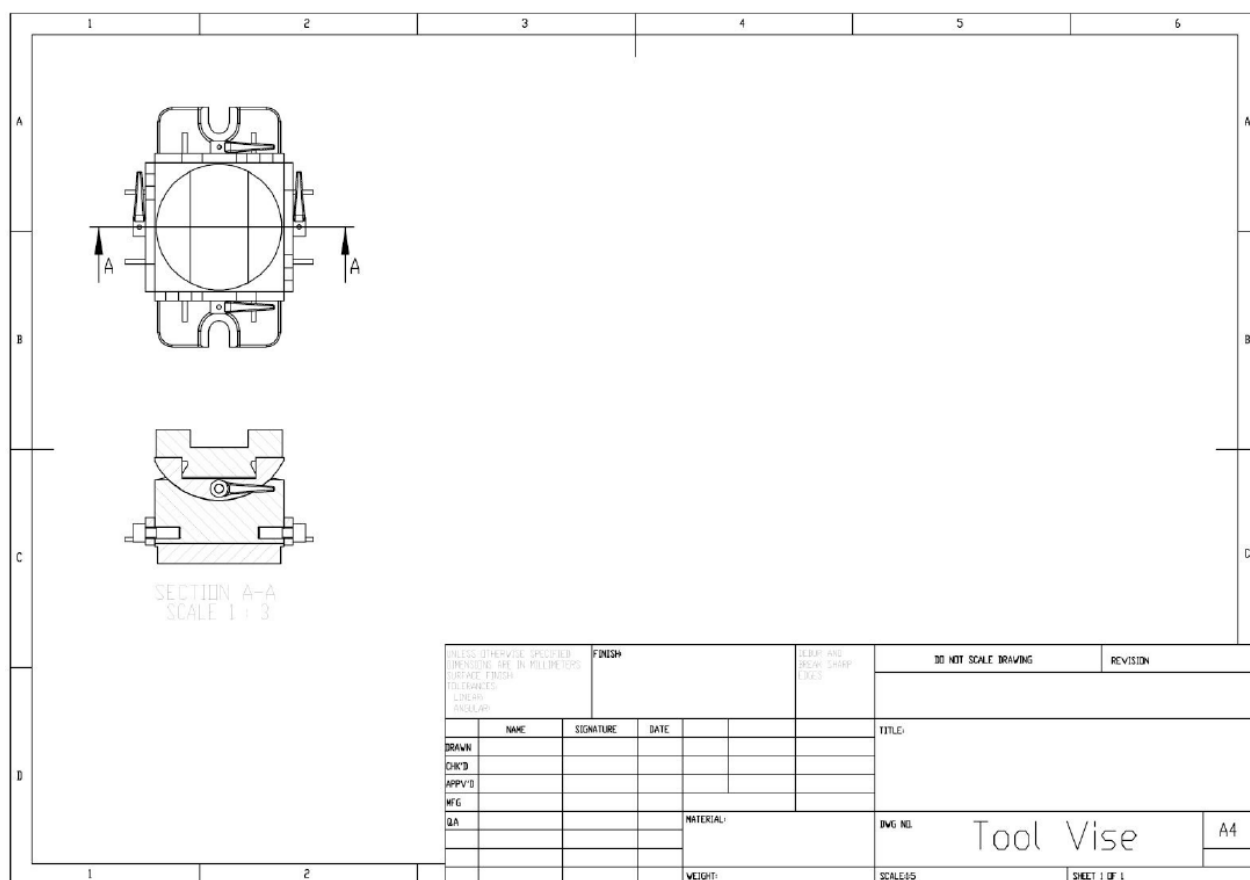

Рисунок 11.11 – Розріз, створений за допомогою інструмента Section View
- г) Створити розріз за допомогою інструмента **Section View** (рис. 11.11).